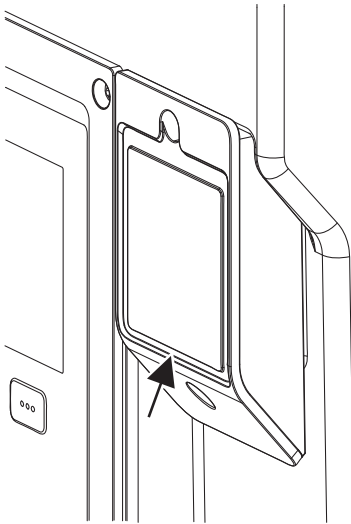

Fig. 28: Wilo-Smart Connect BT modül için kapak
1. Wilo-Smart Connect modül kapağı (Fig. 28) civatasını çözün ve kapağı açın.
Wilo-Smart Connect BT modülü, tasarımı itibarıyla yalnızca bir yönde takılabilir. Modül, kendi kendine tekrar sabitlenmez. Elektronik modülün üst kısmındaki Wilo-Smart Connect modül kapağı (Fig. 28), modülü arayüzde sıkıca tutar.